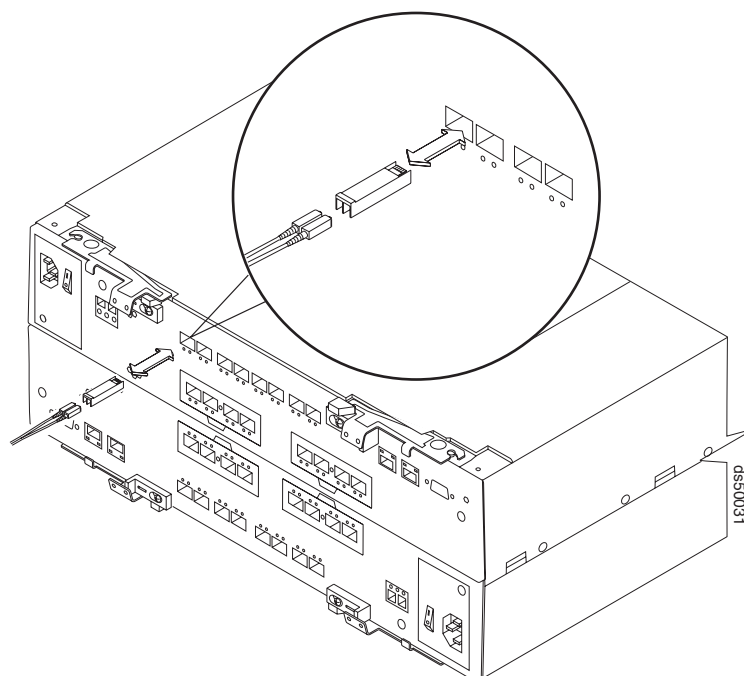

Figura 125. Substituindo um Módulo SFP
6. Desconecte o cabo de interface do módulo SFP (A Figura 125 na página 211 mostra o módulo SFP, o cabo de interface e a parte traseira de um controlador).